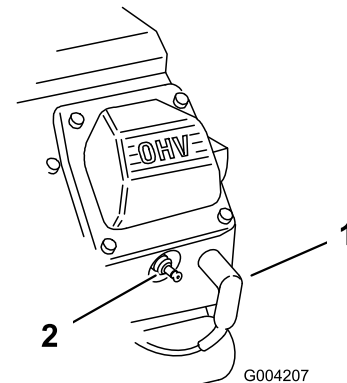

Bild 38
- Ziehen Sie die Kabel von den Zündkerzen ab (Bild 38).
- Stecken Sie die Kabel auf die Zündkerzen (Bild 38).